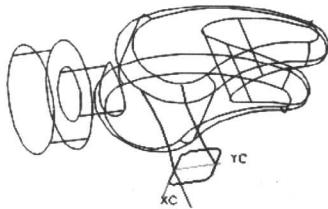

图 1-26 边角倒圆
(7) 利用工具“曲线”→“基本曲线”→“圆角”给矩形四个边角倒圆角，并对其倒圆边进行剪切， $R=3.0\text{mm}$ ，结果如图 1-26 所示。